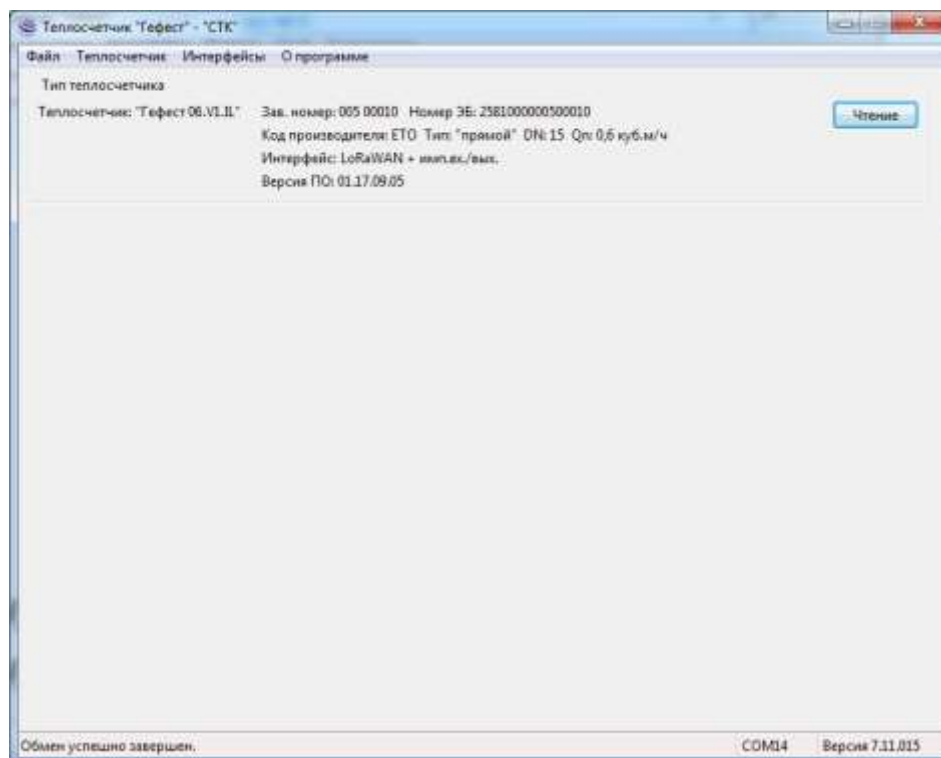

Рисунок 8. Основное окно программы Gefest_Service.exe
6.3.1. После подключения к счетчику тепла и нажатии кнопки «Чтение» в основном окне программы (рисунок 8), на панели «Тип теплосчетчика» выводится его тип, заводской номер, тип интерфейса, версия встроенного ПО счетчика и ряд других параметров.